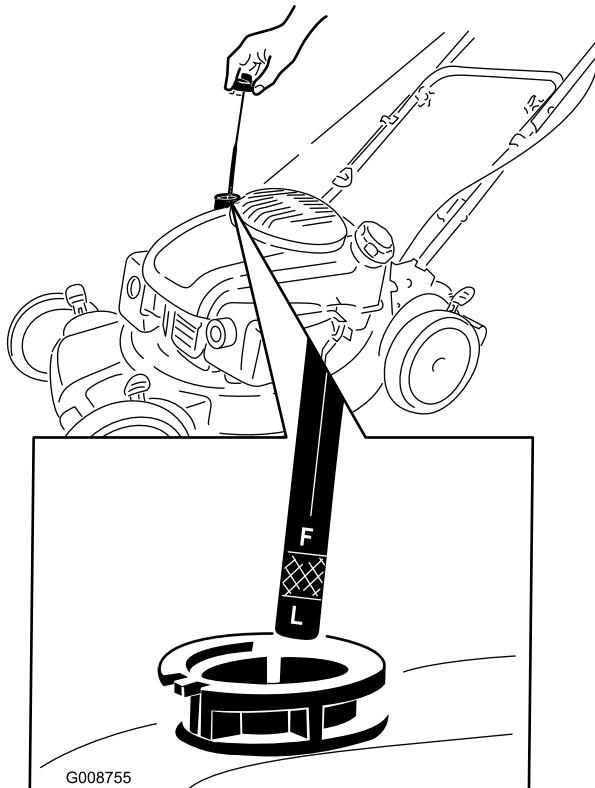

Figure 5
1. Retirez la jauge (Figure 5).
2. Versez de l'huile **lentement** dans le goulot de remplissage pour faire monter le niveau de liquide jusqu'au repère du plein (Full) sur la jauge (Figure 5). Attendez 3 minutes après avoir fait l'appoint d'huile avant de contrôler le niveau d'huile avec la jauge.
Remarque: Chaque fois que vous vérifiez le niveau d'huile, sortez la jauge et essuyez-la sur un chiffon propre, remettez-la dans le goulot de remplissage (**sans** la visser), puis ressortez-la et vérifiez le niveau (Figure 5).